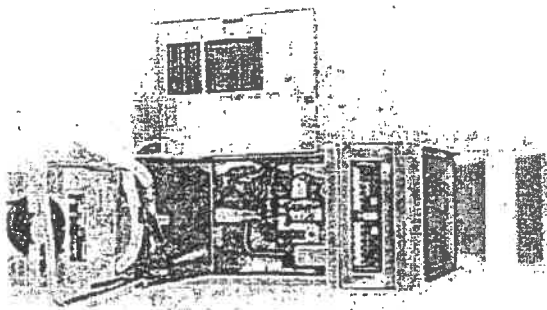

Figura 5
1. Coloque o interruptor do computador/controlador na posição OFF (DESLIGAR). Aperte o tubo de drenagem (fornecido com a fritadeira) na válvula de drenagem. Verifique se o tubo de drenagem está fixado firmemente na válvula de drenagem e se a extremidade curva está a apontar para baixo. Veja a Figura 5.